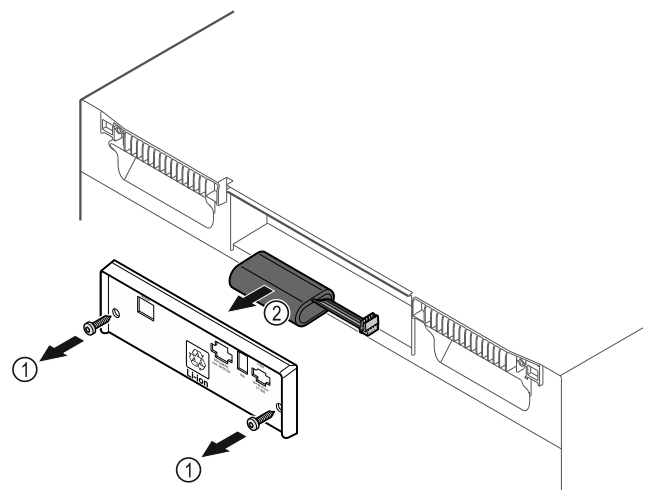

Fig. 185
- ▶ Dévisser les vis et retirer le couvercle situé à l'arrière de l'appareil Fig. 185 (1).
- ▶ Débrancher et retirer la batterie Fig. 185 (2).